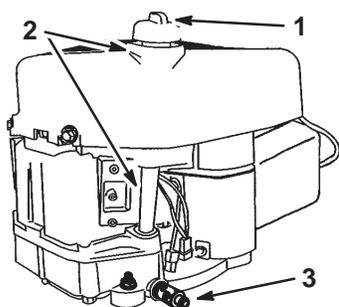

Figure 18
2. Nettoyez la surface autour de la jauge d'huile (Fig. 18) pour éviter que des impuretés ne s'introduisent dans le goulot de remplissage, ce qui risquerait d'endommager le moteur.
10. Nettoyez la surface autour de la jauge d'huile et dévissez le bouchon (Fig. 18).
11. Versez lentement environ 80% de la quantité d'huile spécifiée dans le goulot de remplissage (Fig. 18) (voir Changement de l'huile moteur et du filtre, page 22).